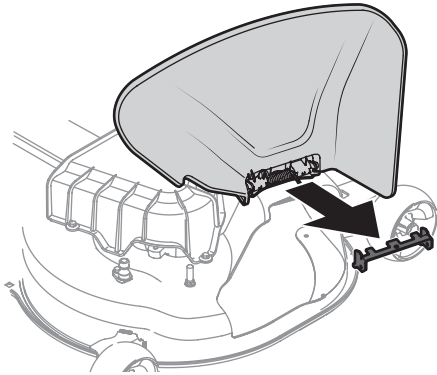

Figura 9
- Sujete el deflector del canal completamente hacia arriba, extraiga el soporte de tope. Baje el deflector del canal y deseche el soporte de tope (Figura 9).